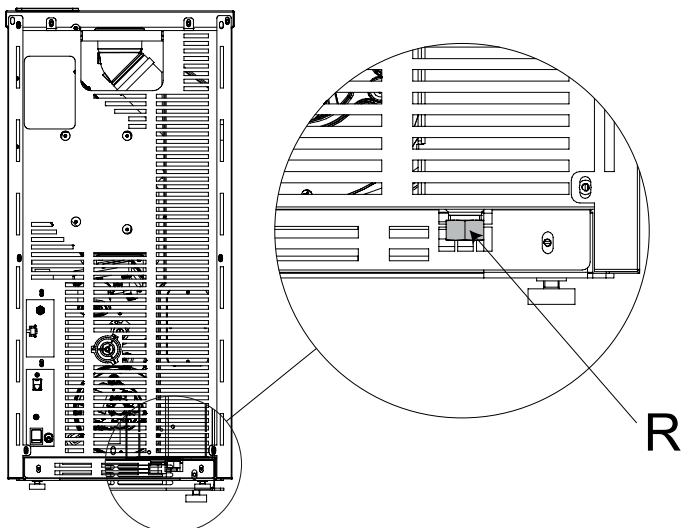

fig. 5.12
6.5.2 Als extra veiligheidsmaatregel is er een schroefkoppeling met afsluitdop voorzien voor het verbinden van een condensafvoerpijp, voor het onwaarschijnlijke geval dit noodzakelijk mocht zijn (Fig. 5.12)